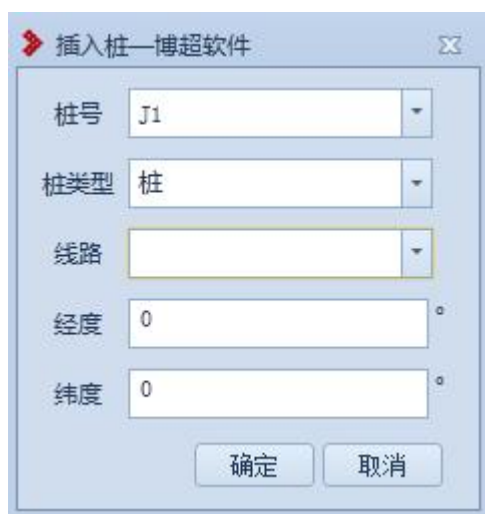

图 6.2-4 插入桩
**插入桩**：插入桩，点击该按钮。弹出功能界面如图 6.2-4 所示：该功能作为当前激活方案添加路径中的桩使用，线路作为添加桩的参照连线使用，支持在球上点选桩位及输入经纬度添加，桩号支持编辑修改，详细说明如下：